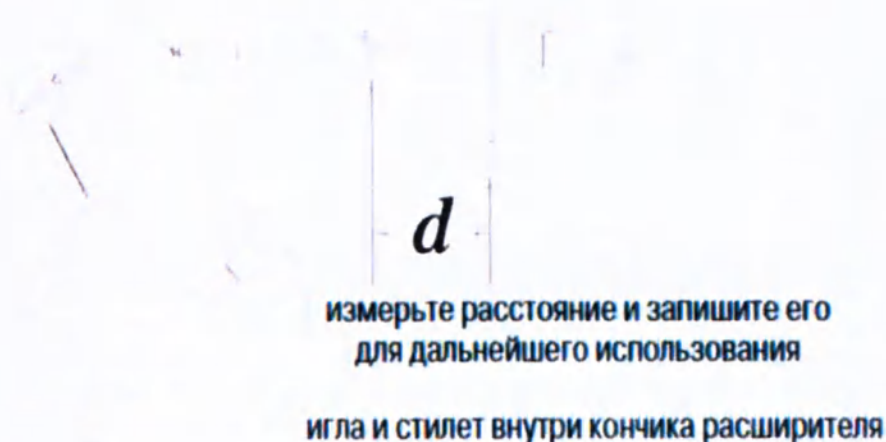

Рис. 3
- Измерьте расстояние от выступающего указателя до втулки расширителя. Запишите его для дальнейшего использования в ходе процедуры (см. рис. 3).